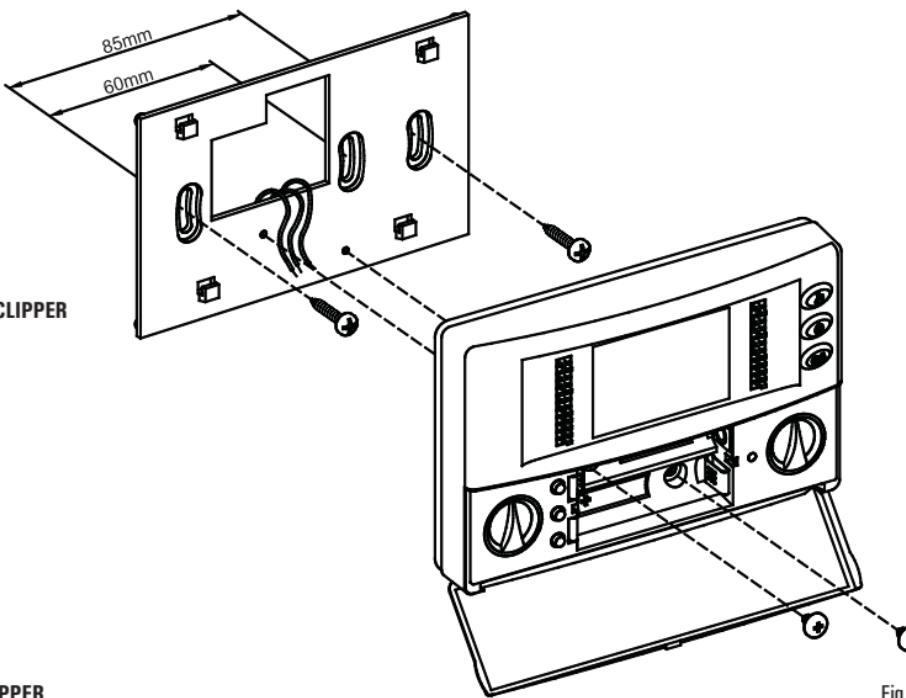

Fig. 2
- Fixer la plaque directement sur le mur ou sur des boîtes de dérivation de 3 modules à travers les deux logements pour vis, avec une distance de 60 mm ou 85 mm (Fig. 2), en faisant attention à faire passer les câbles dans la fente, tel qu'il est indiqué sur la Fig. 2.
- Approcher le chronothermostat à la plaque murale en faisant coïncider d'abord les ergots de la base avec les trous correspondants de la plaque et ensuite, sur le dispositif, exercer une pression vers le bas jusqu'au déclic des ergots en plastique de la plaque; ensuite fixer le corps du thermostat à la base de fixation murale avec les deux vis en dotation qui se trouvent dans le compartiment des piles (Fig. 2).